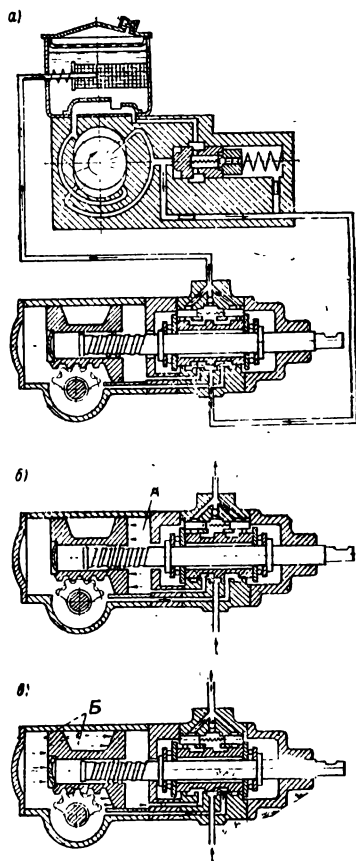

Рис. 50
IX. В каком положении находятся детали гидроусилителя (рис. 50) во время движения автомобиля по прямой?
1. Золотник, перемещаясь, открывает доступ маслу в полость А (рис. 50б) и установится в среднем положении. 2. Золотник находится в среднем положении, и масло из насоса перекачивается в бачок (рис. 50а).
X. При каком повороте рулевого колеса (вправо или влево) золотник перемещается, открывая доступ маслу в полость А (рис. 50б)?
дает доступ маслу в полость Б (рис. 50в), облегчая поворот колеса?